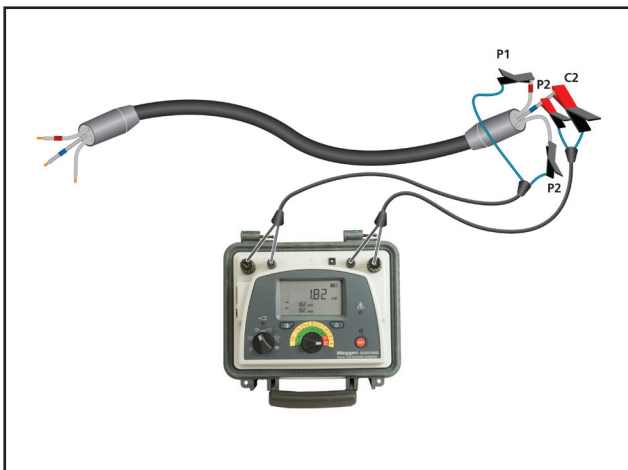

Abb. 12: P1 ist mit einer weiteren Ader am gleichen Ende des mehradrigen Kabels verbunden.
Schritt 3: Schließen Sie die Spannungsleitung P1 an eine weitere Ader an. In Abb. 12 ist es die Ader mit der roten Markierung.